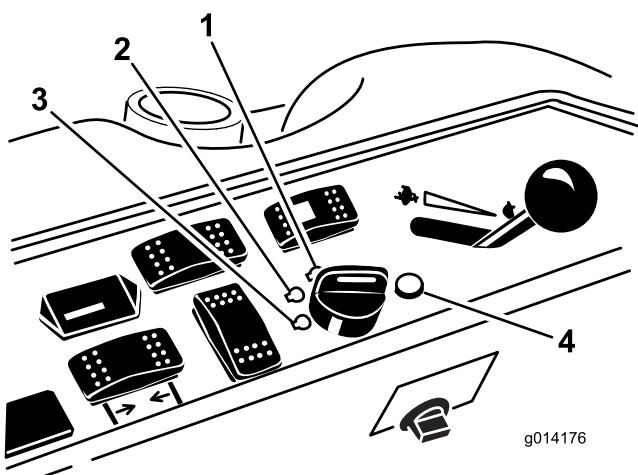

Figure 10
- Tournez la clé dans le sens horaire en position Contact(Figure 10).
3. Tournez la clé de contact à la position Arrêt (Figure 10). Attendez l'arrêt de toutes les pièces mobiles avant de quitter la position d'utilisation.